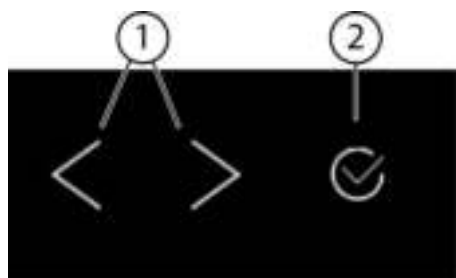
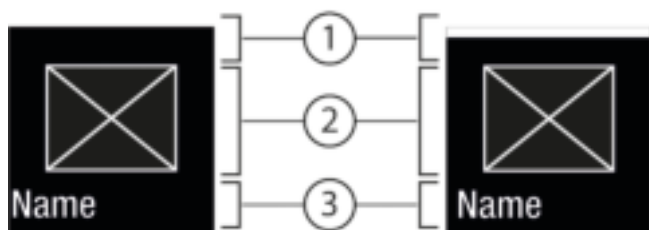
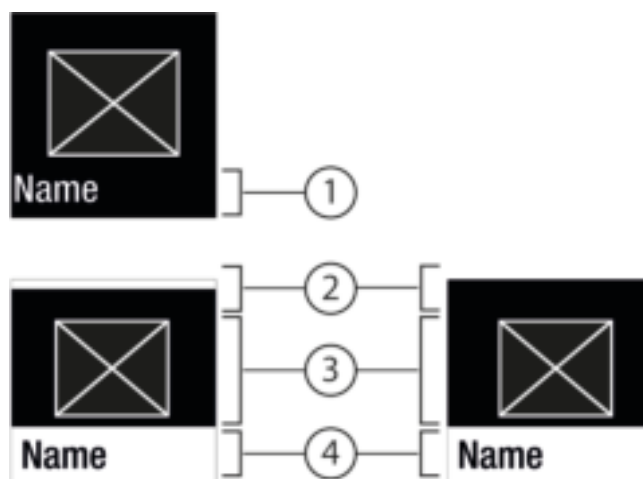

Fig. 5
Fig. 6
Fig. 7
### Navigatiepijl links / rechts Fig. 5 (1):
### Bevestigen Fig. 5 (2):
- Met de navigatiepijl links / rechts Fig. 5 (1) navigeren.
- Met bevestigen Fig. 5 (2) de functie / instelling activeren Fig. 6 (1) / deactiveren Fig. 6 (1).
- Met bevestigen Fig. 5 (2) het submenu Fig. 7 (4) oproepen.
- Nieuwe waarde instellen: Met bevestigen Fig. 5 (2) een gedeactiveerde waarde Fig. 6 (1) selecteren.
- Terug naar het menu: Met bevestigen Fig. 5 (2) de al geactiveerde waarde Fig. 6 (2) selecteren.
- ▶ Druk zo vaak op de navigatiepijlen *Fig. 5 (1)* tot de wordt weergegeven.
- ▶ Bevestigen *Fig. 5 (2)* indrukken.
- ▶ Druk zo vaak op de navigatiepijlen *Fig. 5 (1)* tot de reinigingspositie wordt weergegeven.
- ▶ Met de navigatiepijlen *Fig. 5 (1)* de instelwaarde kiezen.
- ▷ Status: geactiveerd *Fig. 6 (1)* wordt kort op het submenu *Fig. 7 (4)* weergegeven.
- ▶ Navigatiepijlen *Fig. 5 (1)* zo vaak indrukken totdat instellingen  wordt weergegeven.
- ▶ Druk zo vaak op de navigatiepijlen *Fig. 5 (1)* tot de gewenste instelling wordt weergegeven.